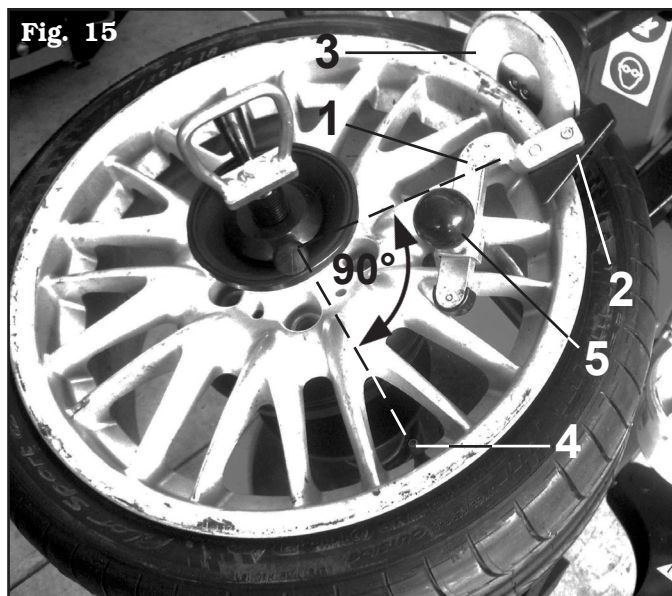

Fig. 15
2 - Poner el Empujatalón (# 710090730) (**Fig. 15 ref. 1**) en la llanta y el bloque principal (**Fig. 15 ref. 2**) en el borde del mismo como indicado en la figura. Ubicar el bloque principal (**Fig. 15 ref. 2**) en seguida después del rodillo destalonador (**Fig. 15 ref. 3**) y a aproximadamente 90° de la válvula de inflado (**Fig. 15 ref. 4**).
USANDO EL POMO SUPERIOR (FIG. 15 REF. 5) REGULAR EL LARGO DEL SOPORTE (FIG. 15 REF. 1) DE MANERA QUE SE ADAPTE PERFECTAMENTE AL DIÁMETRO DE LA LLANTA MONTADA EN LA MÁQUINA DESMONTAGOMAS.